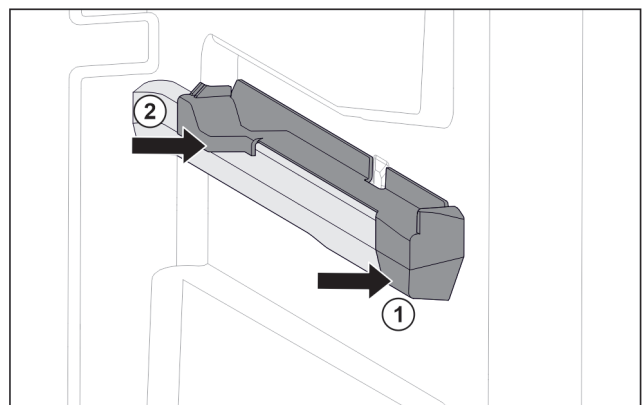

Fig. 80 Påsettingsdel på høyre beholderribbe
- Sett på påsettingsdel foran på beholderribben. Fig. 80 (1)
- Trykk på påsettingsdel bak. Fig. 80 (2)